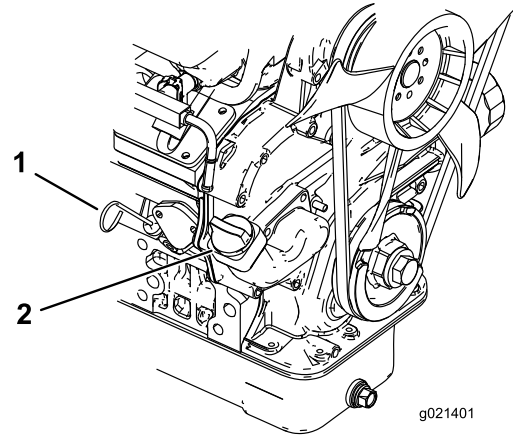

Figure 22
2. Retirez la jauge (Figure 22) et essuyez-la sur un chiffon propre. Remettez la jauge dans le tube en l'enfonçant complètement. Ressortez la jauge et contrôlez le niveau d'huile.
3. Si le niveau d'huile est trop bas, enlevez le bouchon de remplissage (Figure 22) et faites l'appoint pour amener le niveau au repère maximum sur la jauge.